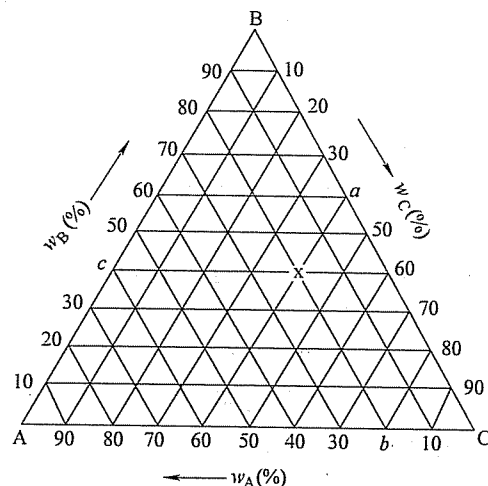

图 10-2 第三题第 1 小题图
1. 写出图 10-2 中 x 合金的成分。
1. 图 10-2 的 x 合金的成分为: $w_A = 20\%$ ,  $w_B = 40\%$ ,  $w_C = 40\%$ 。